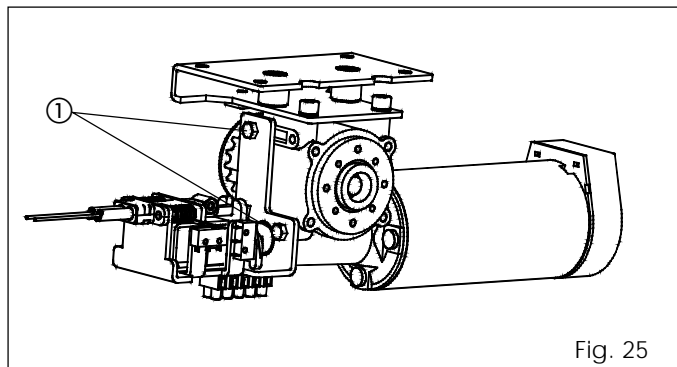

Fig. 25
- Fixer le verrouillage du moteur avec les deux boulons fournis d'après la figure 25 réf. ①.